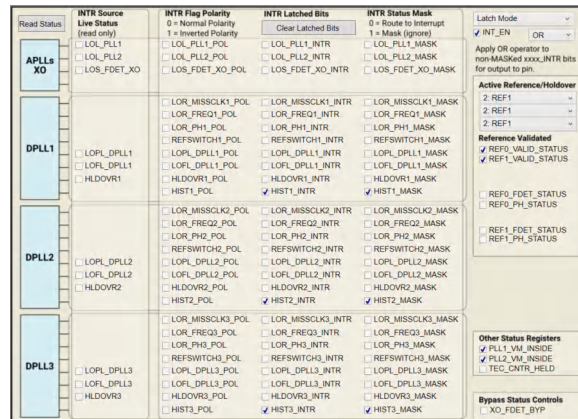

图 2-2. 读取状态位
4. 检查 LMK5B33216 状态，如图 2-2 中所示。